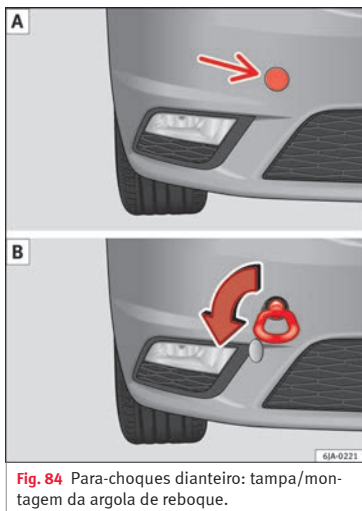

Fig. 84 Para-choques dianteiro: tampa/montagem da argola de reboque.
- Exerça pressão na zona esquerda da tampa no lugar da seta » » » **Fig. 84 - A**.
- Enrosque a argola de reboque manualmente girando-a para a esquerda até acima » » » **Fig. 84 - B**.